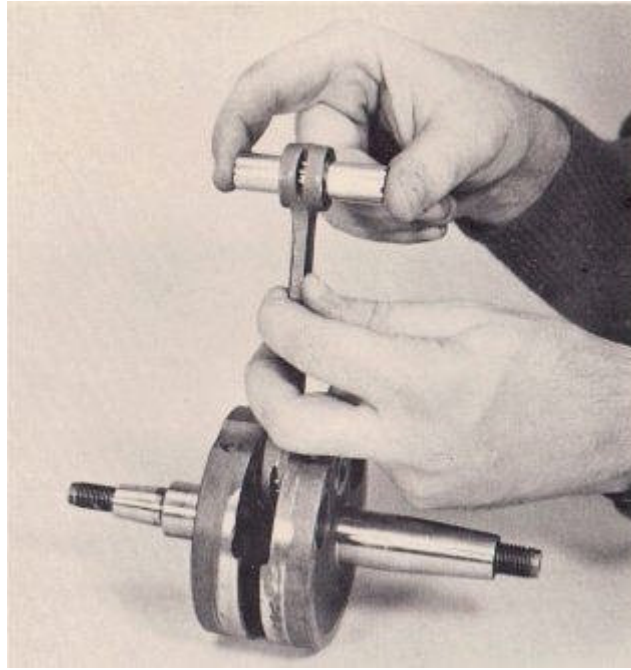

FIG. 22
5. El cojinete de bulón debe ser chequeado por los daños o desgaste. Limpie el interior del extremo pequeño de la biela, bulón y el cojinete de bulón. Ponga el rodamiento en el extremo pequeño de la biela, luego inserte el bulón. Colocar el bulón de manera que el área de la clavija que los rodamientos de agujas pasee en se centra en la presión. Sostenga la varilla firmemente con una mano y trate de mover el bulón en todas las direcciones para verificar si el aclaramiento (fig. 22). Si se puede detectar cualquier juego notable en esta asamblea, sustituir el bulón y cojinete y vuelva a comprobar. Si no hay juego notable es entonces evidente, el antiguo conjunto biela pueden ser retenidos, usando una nueva bulón y el rumbo.